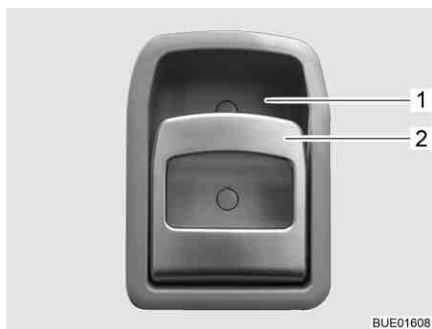

Bild 64 Dörrlås ingångsdörr, insida
- Öppna:** ■ Drag i handtaget (Bild 64,2). Dörrlåset låses upp respektive öppnas.
- Låsa:** ■ Tryck handtagets (Bild 64,2) övre del i riktning mot greppkåpan (Bild 64,1). Dörrlåset låses.